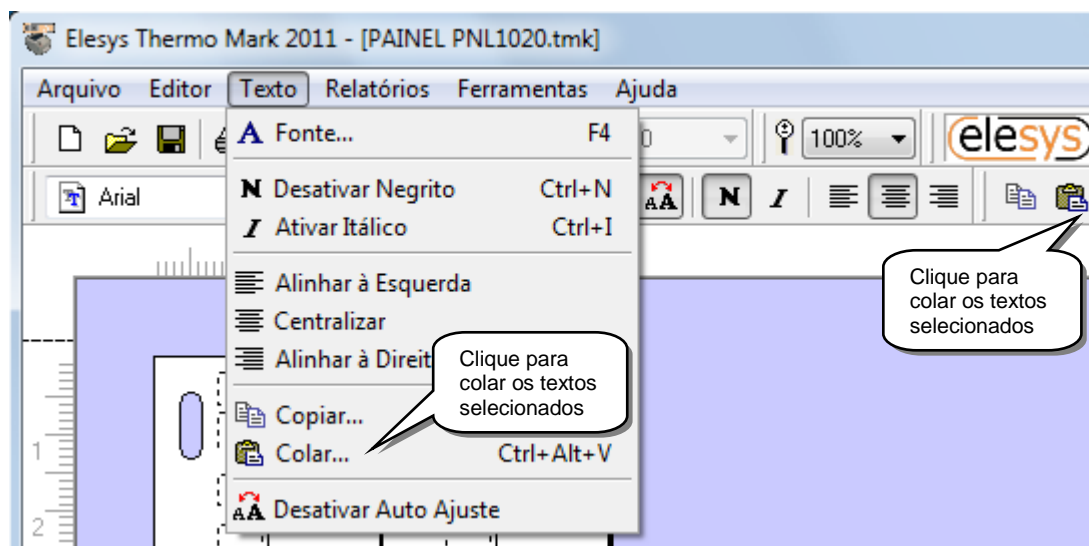

Figura 7.11.3
- Caso a necessidade seja colar os textos copiados em outro trabalho, basta fechar o trabalho atual, abrir o trabalho desejado ou mesmo criar um novo e selecionar a opção “Colar” do menu “Texto” ou clique no botão “Colar” da barra de ferramentas superior (figura 7.11.3).